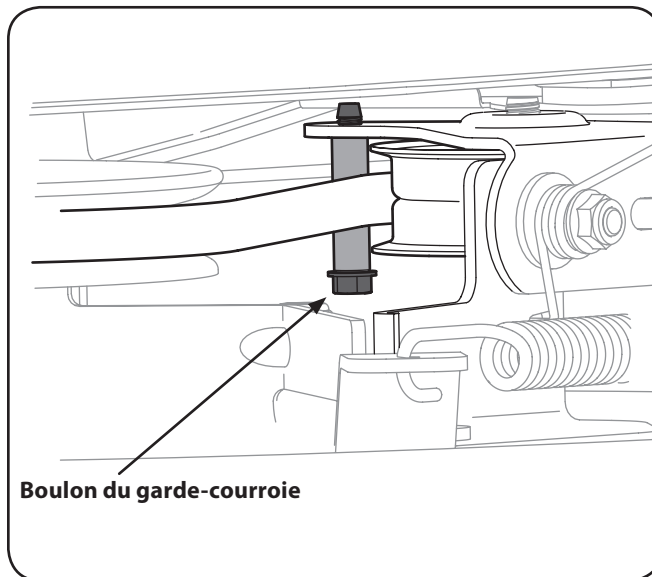

Figure 7-6
6. Enlevez le garde-courroie en retirant le boulon qui le retient. Voir Figure 7-6.